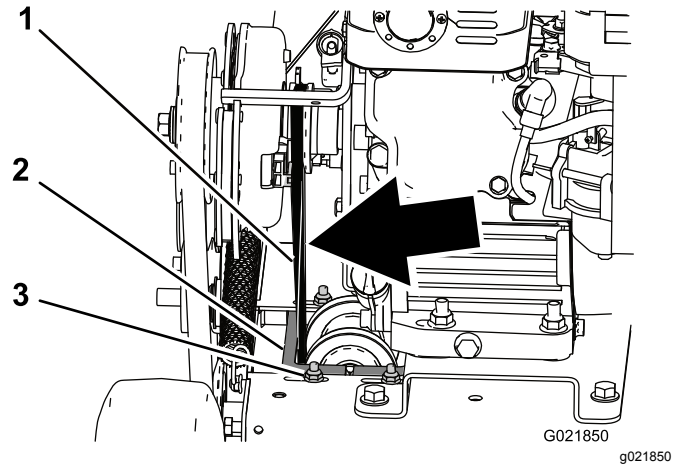

Figura 24
1. Afloje los 2 tornillos y los 2 pernos con arandela prensada que sujetan el protector de la correa a la máquina (Figura 24).
2. Retire el protector de la correa de la máquina (Figura 24).